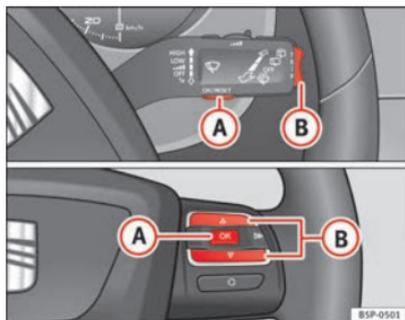

Fig. 39 Tasto A e B. Comandi sul volante.
- Con il quadro acceso, premere brevemente il tasto ⇒ fig. 39 **A** ubicato sulla leva del tergicristallo per passare da una memoria all'altra o premere il tasto **A** dei comandi sul volante ⇒ fig. 39.